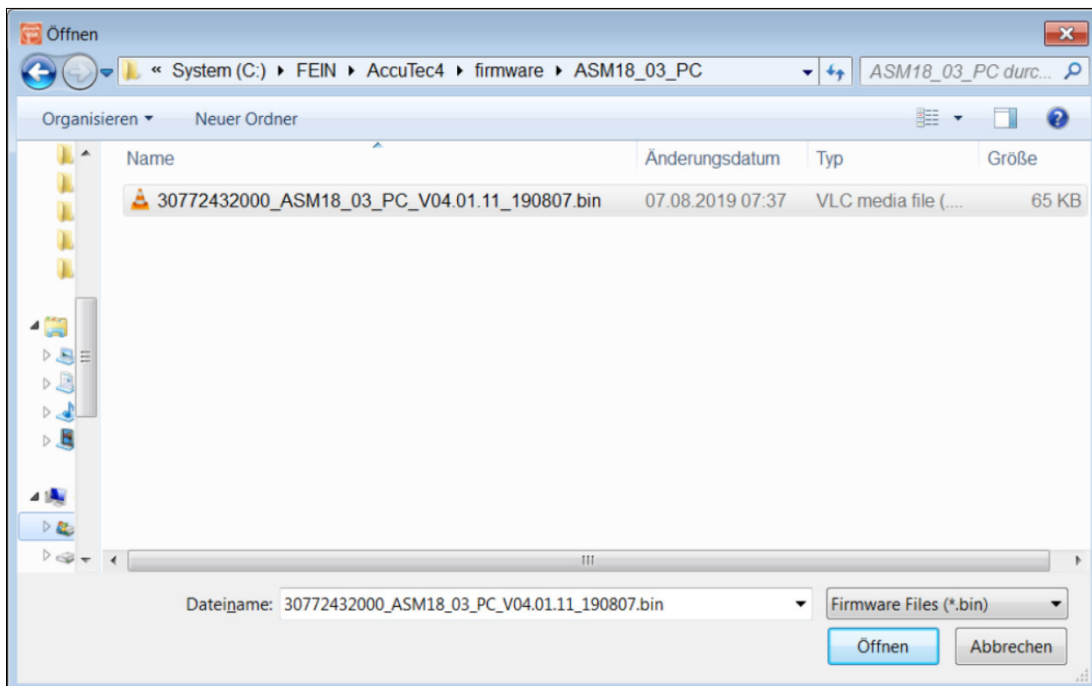

Abbildung 6: Firmware-Update einer ASM 18-3 PC
*Es öffnet sich ein Fenster, in dem die neue Firmware speziell für die verbundene Maschine angezeigt wird (Siehe Abbildung 6).*